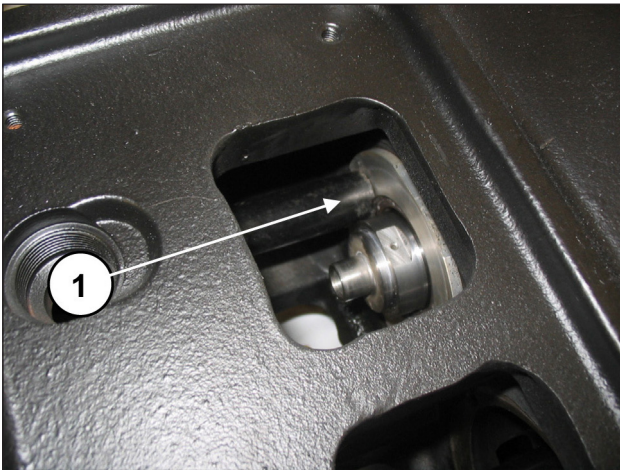
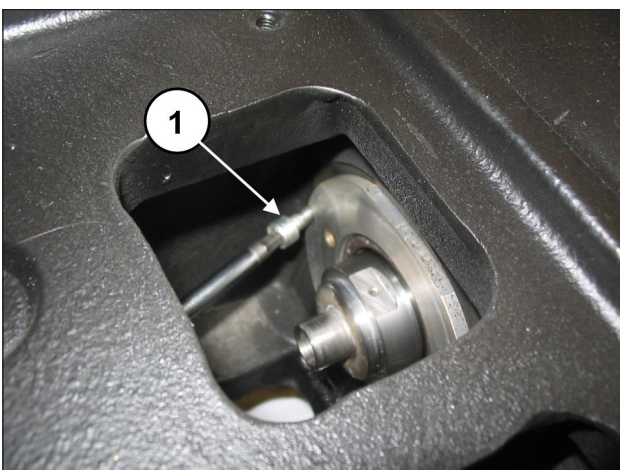

Abb. 160
Abb. 161
Überprüfen Sie den passgerechten Sitz des Deckels (Pos. ①, Abb. 160) und achten Sie darauf, nicht die Dichtlippe des Ölabstreifrings zu beschädigen. Befestigen Sie die Ölabstreifring-Deckel anhand von 2 Schrauben M6x14 (Pos. ①, Abb. 161).